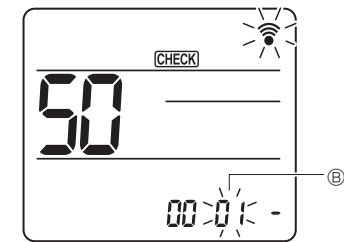

Fig. 6-16
- ③ Ռեժիմի ընտրություն
Սեղմեք [] կոճակը՝ սահմանելու համար ռեժիմի համարը ⑥: (Fig. 6-16)